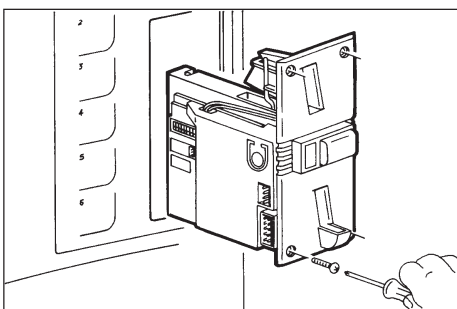

Abb. 16
- Den Münzprüfer einsetzen und mit den 4 beigelegten Schrauben und Muttern befestigen (Abb. 16).